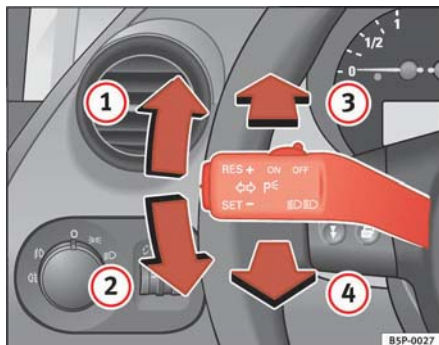

Fig. 72 Palanca de intermitentes y de luz de carretera
- Desplace la palanca hacia arriba hasta el tope $\Rightarrow$ fig. 72 ① para encender el intermitente **derecho** o bien hacia abajo ②, para encender el intermitente **izquierdo**.
- Gire el mando de las luces hasta la posición $\Rightarrow$ fig. 72 ③ para encender la luz de carretera.